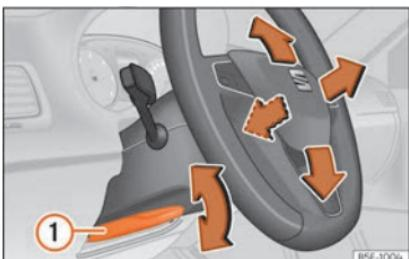

Fig. 5 Palanca en la parte inferior del lateral izquierdo de la columna de dirección.
- Tire de la palanca »» **fig. 5 ①** hacia abajo, mueva el volante hasta la posición deseada y vuelva a subir la palanca hasta el punto de cierre.
- Tras ajustar la columna de la dirección, empuje firmemente la palanca »» **fig. 5 ①** hacia arriba para que el volante no cambie de posición accidentalmente durante la marcha.